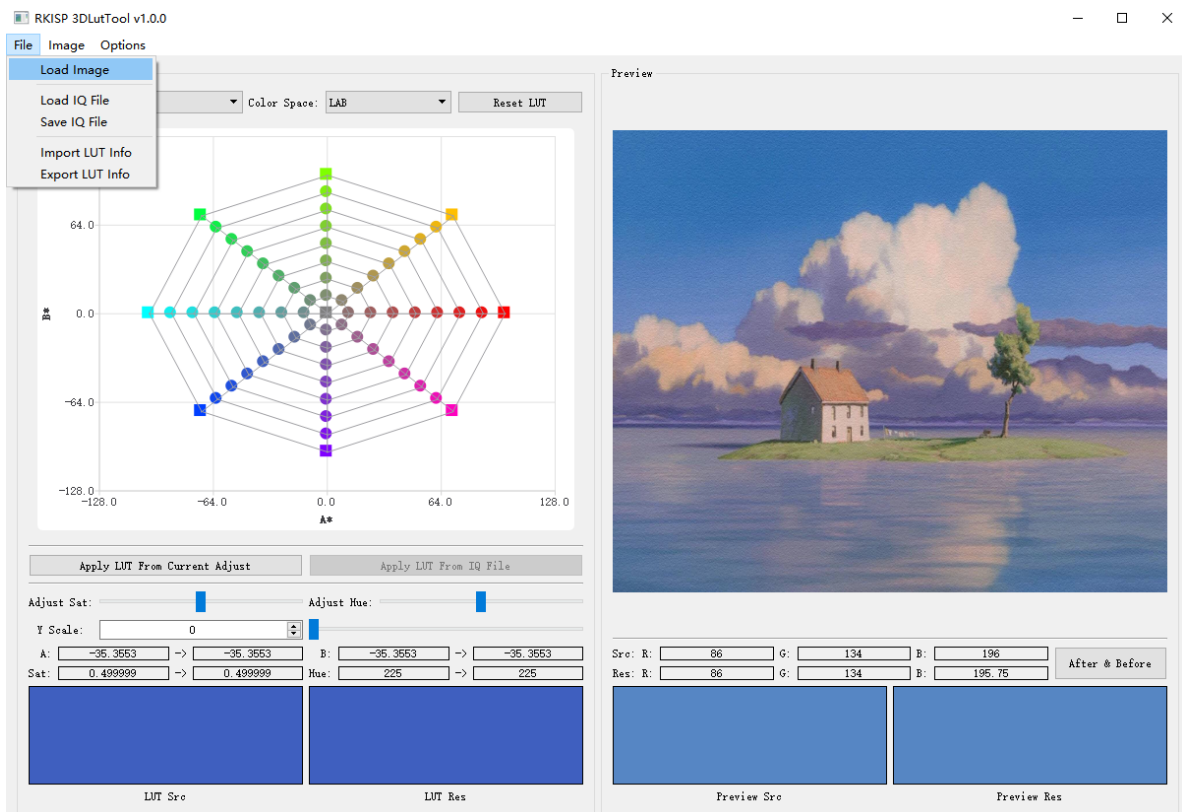

图2-6-2
1. File: 点击Load Image导入要调试的图片（支持 jpg/bmp/png、nv12格式），图像会显示在右侧 Preview 区域，如图2-6-2所示；